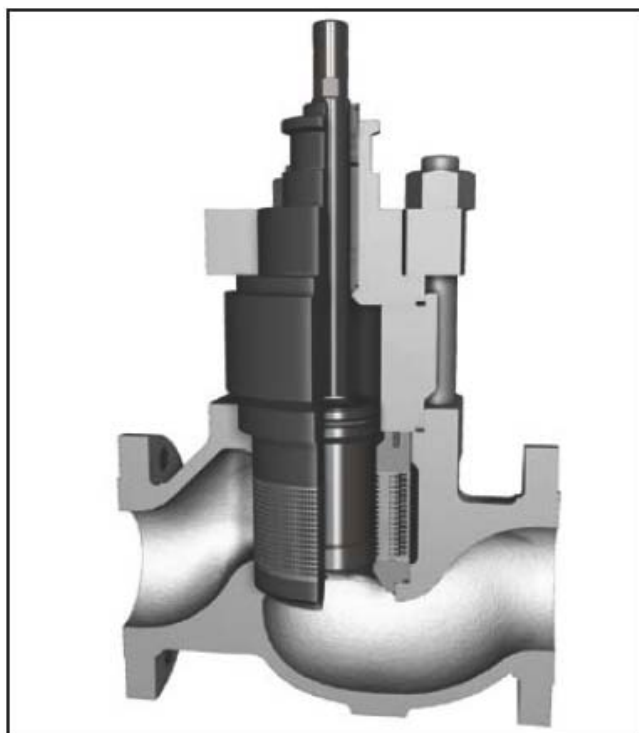

Рисунок 9.
8.4.1. В отличие от стандартного клапана Марки 1 конструкции Stealth стандартный фиксатор заменен дисковым фиксатором, см. рис. 9. Некоторые детали, включая затвор, седло и крышку, отличаются размерами от стандартной конструкции Марки 1. Сборка и разборка клапана производятся в соответствии со стандартными процедурами.